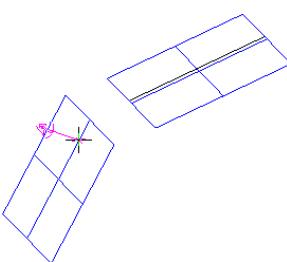

图 6-107 指定熔接位置
- ③ 根据系统提示，选取第二个熔接曲面，再移动箭头到要熔接的位置，如图 6-107 所示。单击鼠标左键，指定熔接位置。